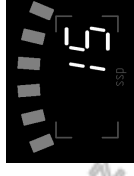

Рисунок 8
Режим установки минимальной скорости захвата (3) позволяет выбрать мин. скорость движения для регистрации и индикации захвата (ssp). По умолчанию параметр равен 15, что соответствует наиболее ожидаемой максимальной скорости движения в пробке, скорость ниже 15 км/ч при нажатии педали тормоза регистрироваться не будет (это значение может быть изменено на значения 5, 10, 15, 20, 25, 30, 35 и 40 км/ч при кратковременном нажатии кнопки RESET). При этом значение моргает (см.рис.8). При удержании кнопки не менее 3 секунд происходит переход в следующий режим.